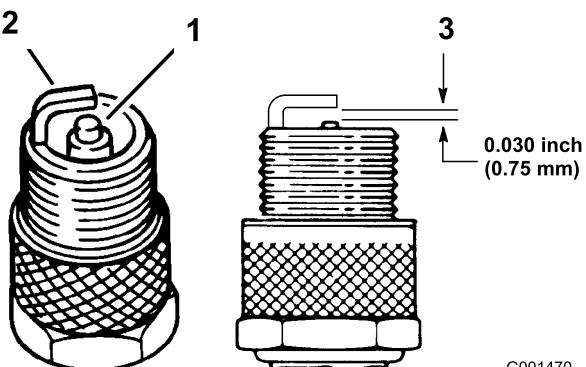

Figura 30
3. Verifique o estado dos eléctrodos lateral e central, bem como do isolante do eléctrodo central, certificando-se de que não se encontram danificados (Figura 30).
4. Ajuste a folga existente entre a zona central e lateral do eléctrodo para 0,762 mm (Figura 30). Monte a vela com a folga correcta e aperte-a com uma força de 20 Nm.